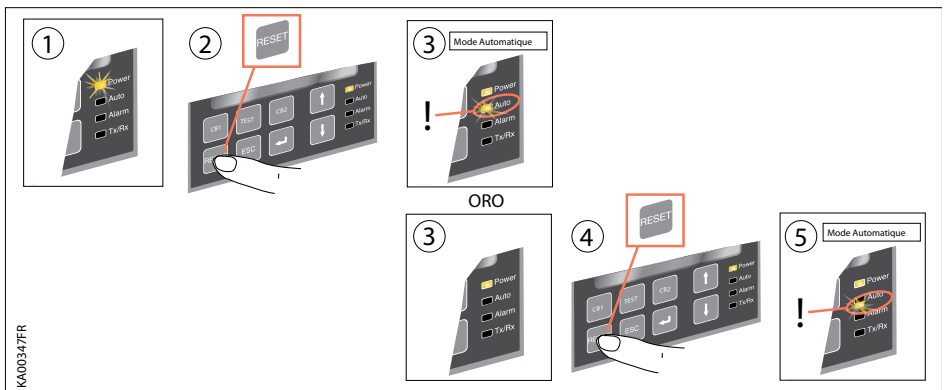

Figure 4.4 Sélection de l'Inverseur de source automatique ATS022 en Mode Automatique
- Vérifier que la LED Power est allumée, voir Figure 4.4/①
- Appuyer une fois sur la touche RESET/②.
- Si la LED Auto est sur ON, l'inverseur de source automatique ATS022 est en Mode Automatique /③.
- Si la LED Auto LED est sur OFF, appuyer de nouveau sur la touche RESET/④, la LED Auto commute sur ON /⑤ et l'inverseur de source automatique ATS022 est en Mode Automatique.